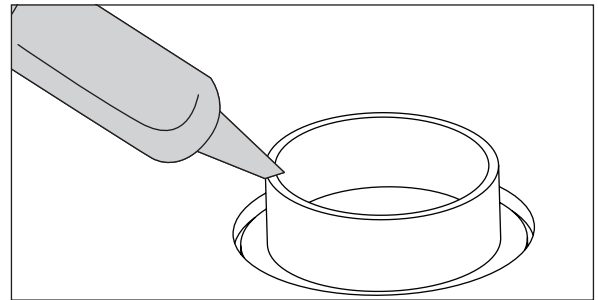

FIG 2 Aplica adhesivo de construcción en todas las patas.
- 3** Aplica adhesivo de construcción en todas las patas e instala la base en el nicho (**Fig. 2**).